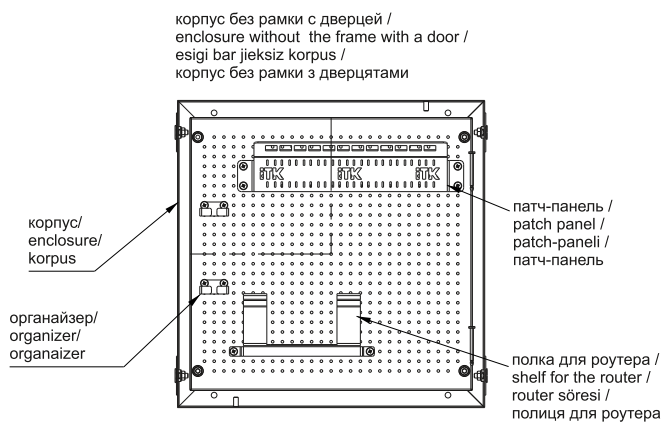

Рисунок 2 – Корпус / Figure 2 – Enclosure / 2-suret – Korpus
4.2 Всередині корпусу встановлена монтажна панель з регульованими по висоті полицею для встановлення Wi-Fi роутера (роутер в комплект не входить), настіною патч-панеллю на 12 портів з кронштейном, органайзером кабельним (рисунок 2).